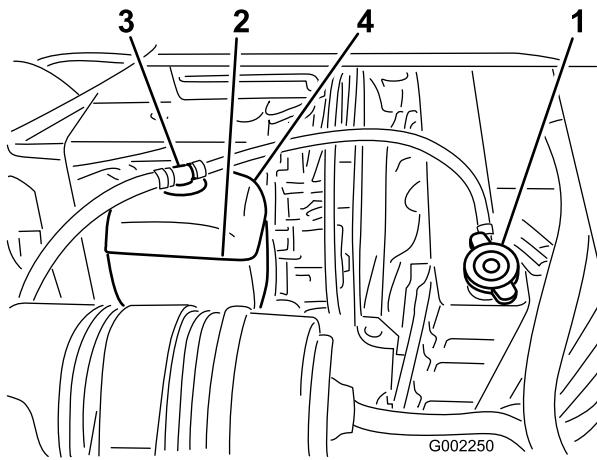

図 52
2. エンジンが十分に冷えているのを確認してラジエターのキャップを開ける（図52）。